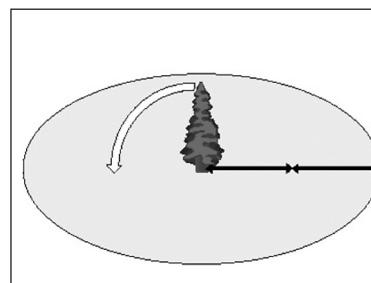

Рис. 4
**Опасная зона: падающие деревья могут сбить и потянуть за собой соседние деревья. Зона опасности составляет двойную высоту дерева, подлежащего пилению (рис. 4).**